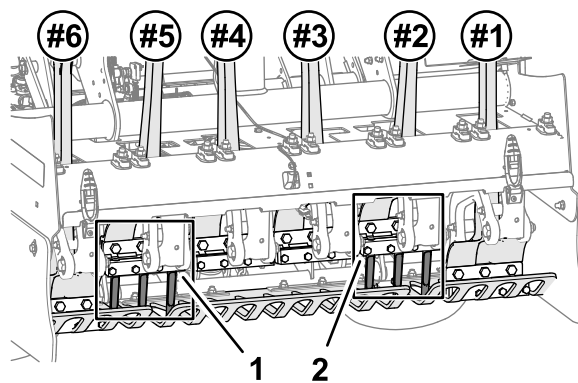
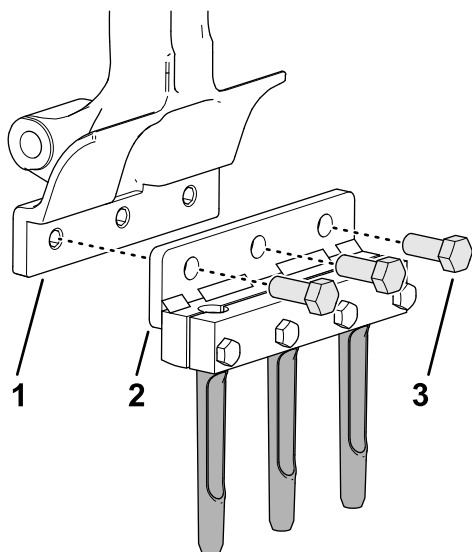

图 42
图 43
- 用 3 个螺栓 1/2 x 1-1/4 英寸将打孔针夹头和打孔针松松地组装到 2 号打孔针臂图 42和 图 43。